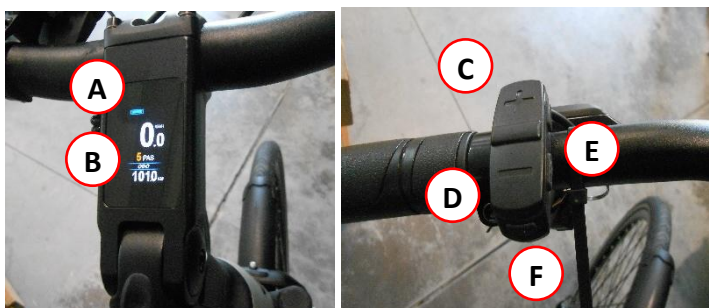

Figura 6 – Dispositivo di comando assistenza con le principali indicazioni.
Il sistema di assistenza è comandato mediante il controller, presente sul manubrio, in prossimità della manopola sinistra. In particolare l'assistenza è attivata o disattivata mediante il pulsante ON/OFF (Rif. F in Figura 6). Una volta attivato il sistema si ha l'accensione delle spie di gestione, attraverso il quale è possibile vedere lo stato di attività del veicolo.
- 3- Tenere premuto il pulsante laterale e in rapida sequenza premere il pulsante “-” (rif. D in Figura 6);
In particolare sono presenti un'immagine della batteria (Rif. A in Figura 6) che segnala lo stato di carica.
Se l'immagine indica la batteria piena (figura 6) significa che la batteria è completamente carica. Via via scaricandosi anche l'immagine della batteria stessa calerà fino a quanto sarà vuota e ci sarà il completo scaricamento che comporta che si stacchi il sistema di assistenza alla pedalata.
- 1- Spegnere il sistema di assistenza della bicicletta a pedalata assistita mediante l'apposito pulsante ON/OFF (Rif. F in Figura 6).
Questo utilizzo si può attuare durante l'utilizzo della bicicletta a pedalata assistita (Rif. E in Figura 6).